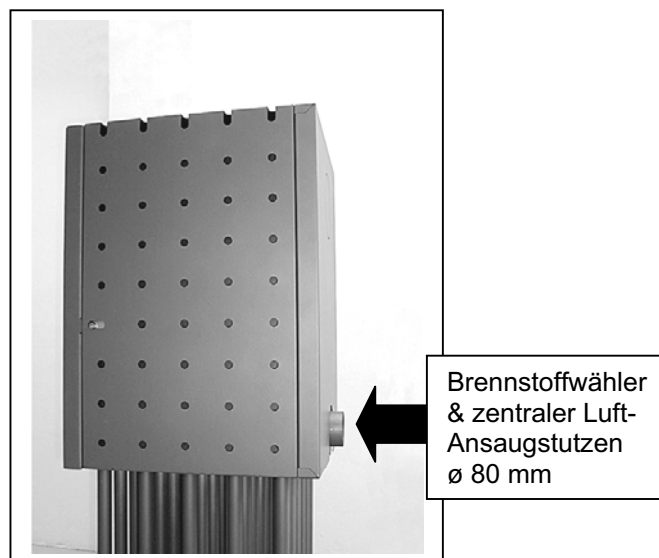

Abb.6
Bei gut abgedichteten Fenstern und Türen, Vorhandensein von mechanischen Entlüftungen (z.B. Küche oder Bad) oder weiteren Feuerstätten (auch Gastherme) in der Wohnung, kann die einwandfreie Luftversorgung empfindlich gestört werden. Wenn dies zutrifft, besteht die Möglichkeit, die Verbrennungsluft direkt von außen oder aus einem anderen, genügend belüfteten Raum (z. B. Keller) zuzuführen. Die Hot Box® bietet hierzu einen Verbrennungsluftstutzen (Außen $\varnothing 80\text{mm}$) auf der Ofenrückseite (siehe Abb.6).
2. Ofenkörper (Abb.6).